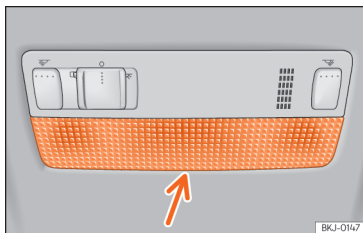

Fig. 56 Luz dianteira de leitura.
- Introduza uma chave de fendas fina, pela parte plana, entre a carcaça e o vidro »» **Fig. 56**.